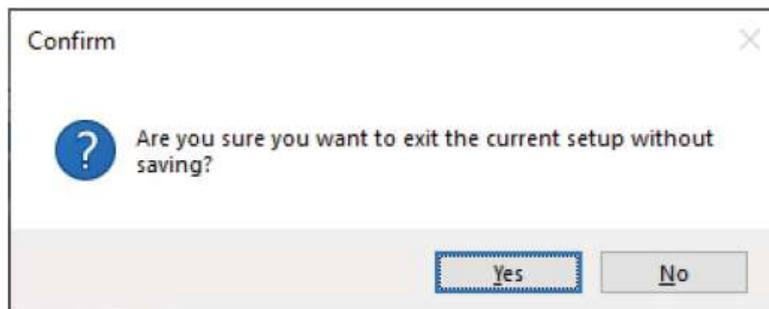

図 203 保存せずにセットアップを終了する際の確認メッセージ
- 別のアッセイを編集する前に、現在のアッセイを必ず保存してください。保存せずに新しいアッセイを編集しようとするすると、次のメッセージが表示されます (図 203)